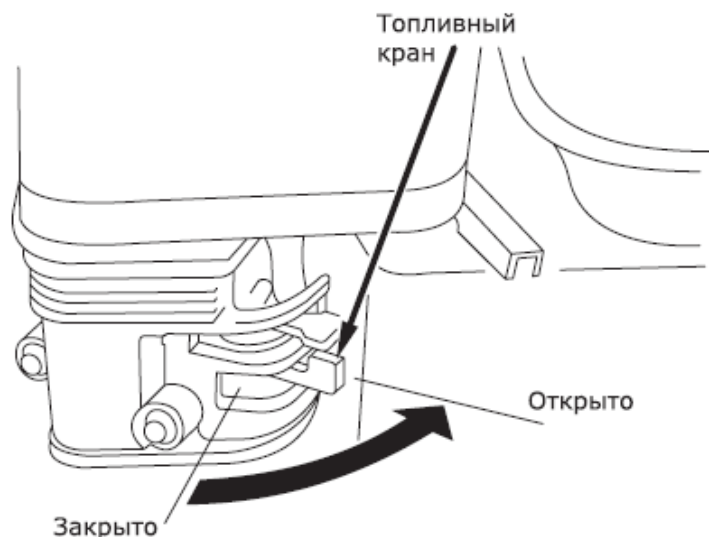

Рис. 8 – Топливный кран двигателя
- Поверните топливный кран в положение «Открыто» (рис. 8)